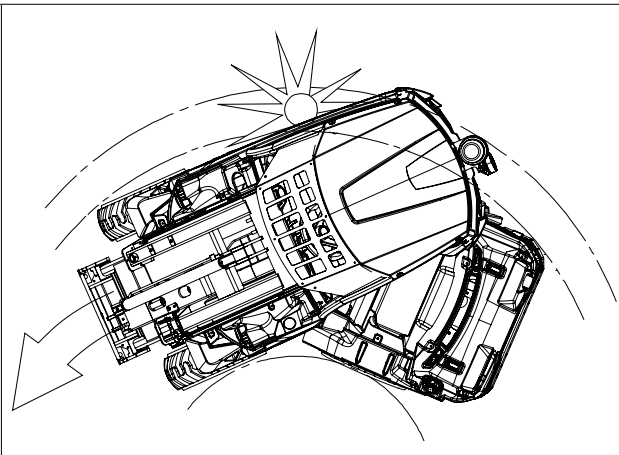
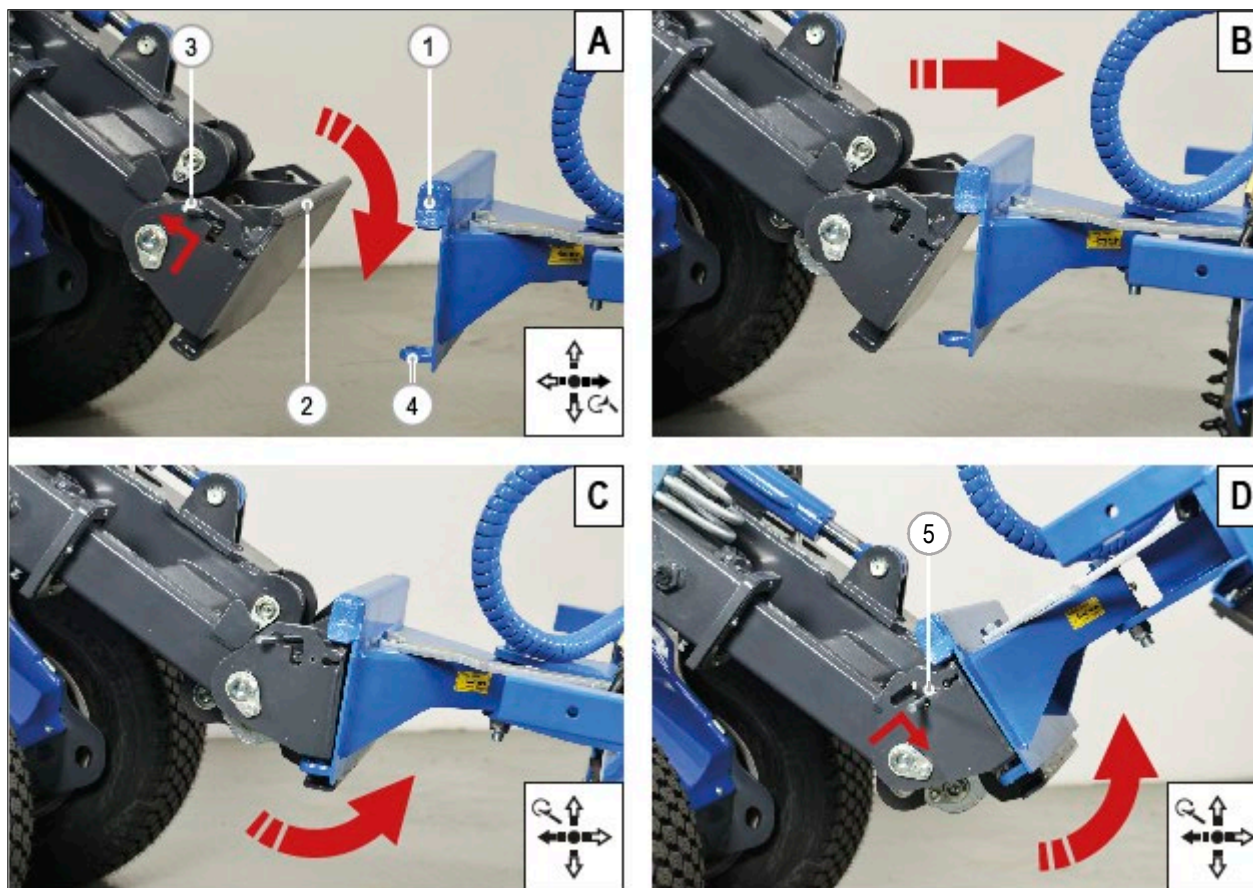

РИС. 24
РИС. 26
ПОМНИТЕ, ЧТО НА ПОВОРОТАХ ЧАСТЬ МАШИНЫ С ВОДИТЕЛЬСКИМ СИДЕНИЕМ ВЫХОДИТ ЗА ЦЕНТРАЛЬНЫЙ РАДИУС ПОВОРОТА, ОБРАТИТЕ ОСОБОЕ ВНИМАНИЕ НА НАЛИЧИЕ ПРЕПЯТСТВИЙ (СМ. РИС. 24).
- 6) Поднимите и нажмите два рычага (РИС. 26 - Сс. 3), расположенные на быстром сцепном устройстве, заглушки креплений поднимутся.
- 8) Осторожно подтяните быстрое сцепное устройство к навесному оборудованию, чтобы поднять круглый профиль на верхнем конце (РИС. 26 – Сс. 2) к предназначенным для него посадочным местам крепления (РИС. 24 – сс. 1).
- 9) Медленно переместите многофункциональный джойстик влево, чтобы быстросъемная муфта отклонилась назад, поднимите быстрое сцепное устройство ещё на несколько сантиметров. Система сцепления автоматически закроется, а две заглушки войдут в гнезда навесного оборудования. (Рис. 26 – Сс. 4).
- 10) Проверьте визуально, что два рычага (РИС. 26 – Сс. 5) находятся в нижнем положении. Если нет, соединение не было произведено.
- 4) Осторожно подтяните быстрое сцепное устройство к навесному оборудованию, круглый профиль на верхнем конце (РИС. 26 – Сс. 2) поднимется к предназначенным для него посадочным местам крепления (РИС. 26 – Сс. 1).
- 1) Поднимите и отодвиньте два разъединительных рычага (РИС. 26 – сс. 3) от быстрого соединительного устройства, отсоединятся две вилки.